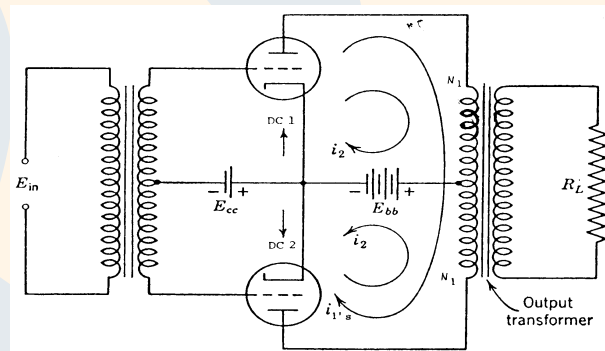
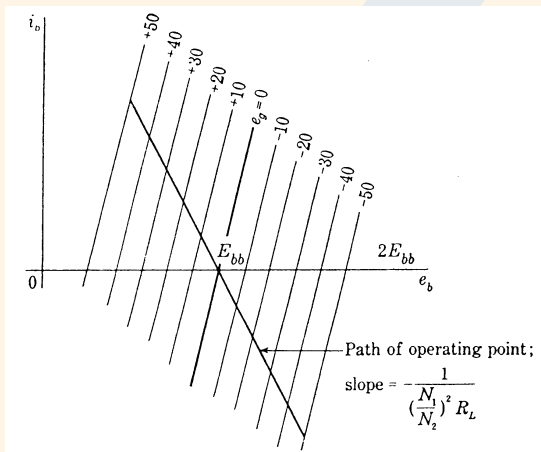
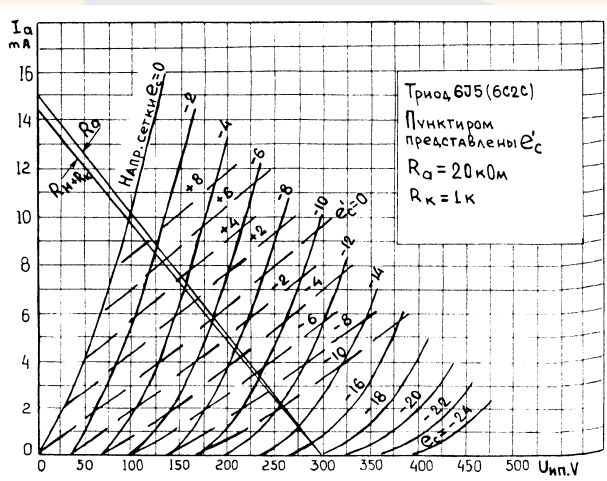

Рис. 38. Двухтактный выходной каскад (по Henny и Richardson'y)
Рис. 40. Совмещенные характеристики для пары идеализированных триодов (Авт. Gray)
Рис. 59. Штриховые линии показывают линеаризирующее действие местной обратной связи по току (Авт. Middleton).
В PP схеме первичная обмотка выходного трансформатора имеет отвод в средней точке (Рис. 38), образуя две катуш-
А вот сигнальные токи резко отличны от действия токов покоя. На Рис. 38 токи i_2 противофазны в отношении четных порядков искажений, ток же i_1 способствует синфазному сложению нечетных продуктов (83). Двухтактный тандем токов, несущих нечетные продукты, удваивает длину линии нагрузки (Рис. 40) и создает общую рабочую точку в магнитной системе. (На Рис. 40 показана «объединенная Q»).
В двухтактной схеме анодные токи работают в неразрывном тандеме в точке раздела (соответствующей значению E_{bb} на Рис. 40). Эта передача с одного плеча на другое внутренне присуща работе двухтактной схемы, и этот простой факт более всего беспокоит сторонников SE. Однако он же является частью механизма, позволяющего подавление искажений. Сначала мы увидим, как это происходит, а затем мы подробнее рассмотрим момент передачи сигнала из верхнего плеча на нижнее.
Только обратная связь впрямую уменьшает искажения, возникающие из-за неравенства промежутков между характеристиками. Обратная связь действует методом наложения инвертированного сигнала на входной. Как только 1) фазовый угол близок или равен 180° ; 2) компенсация обеспечивает критическое затухание (без выбросов на фронтах) и 3) входной каскад имеет достаточный запас по амплитуде (headroom), то обратная связь буквально «меняет» очертания выходного сигнала в сторону большего соответствия входному сигналу. Если характеристики эквивалентной лампы с отрицательной обратной связью отразить на рисунке, то становится ясно, что разница промежутков между ними уже менее заметна (Рис. 59) (105). Сравните пунктирные линии с идеальными на рис. 40.